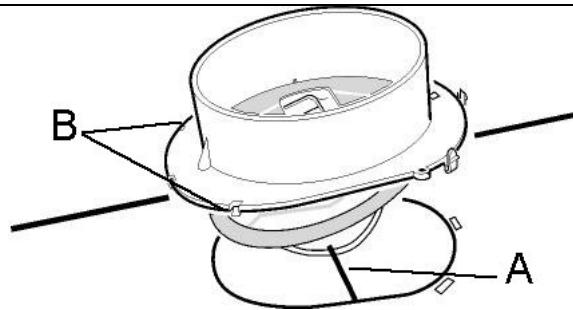

Fig. 2
Før hetten plasseres, må tilkoblingsstussen (som ligger inni hetten) monteres (jfr. fig. 2). Dette gjøres ved å plassere spjeldakslingen, A, under spjeldlokket, samtidig som festene, B i framkant på stussen kommer under platekanten. Stussen trykkes deretter på plass og festes vha. "snapp-låsene".
Före kåpan monteras, ska anslutningstosen (som ligger inuti huven) på monteras (fig.2). Detta görs genom att montera tätningen, A, under spjälllocket, samtidigt som fästerna, B i framkant på stosen placeras under kanten. Stosen trycks därefter på plats och fästs vis snäplåsen.
Montieren Sie das mitgelieferte Anschlußstück bevor sie die Dunstabzugshaube montieren (fig.2): Positionieren Sie die Achse der Klappe (A) unter den Deckel. Vergewissern Sie sich, daß die Fixpunkte (B) auf der Unterseite sind. Drücken Sie das Anschlußstück auf, bis die Fixpunkte eingerastet sind.
Mount the duct connector (provided) before installing the cookerhood (see fig. 2). This is done by positioning the damper axle, A, under the damper lid. Make sure that the fixing devises, B, are placed under the edge of the plate. Press the connector into position and fix by means of the snap locks.